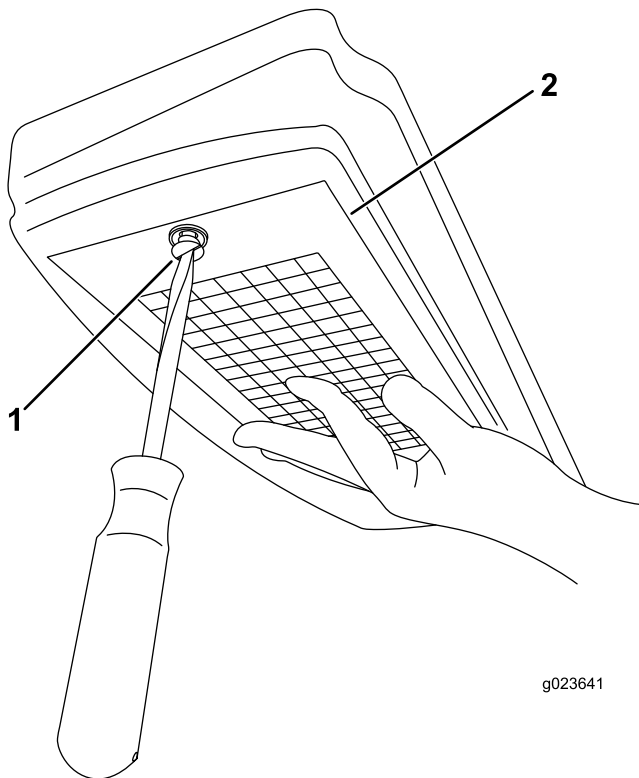

Figura 132
3. Retire el tornillo y la tapa del filtro de aire (Figura 132).